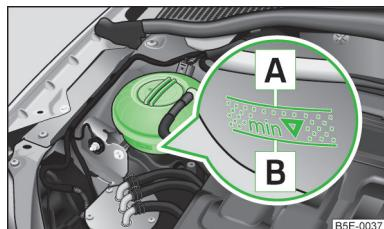

Fig. 185
Para llenar, utilice solamente aquel líquido refrigerante cuya designación se encuentre en el depósito de compensación del líquido refrigerante » fig. 185 de la página 231.
- No rellene el depósito de líquido refrigerante por encima de la marca **A** » fig. 185 de la página 231.
- Compruebe el nivel de líquido refrigerante en el depósito de compensación del mismo » fig. 185.